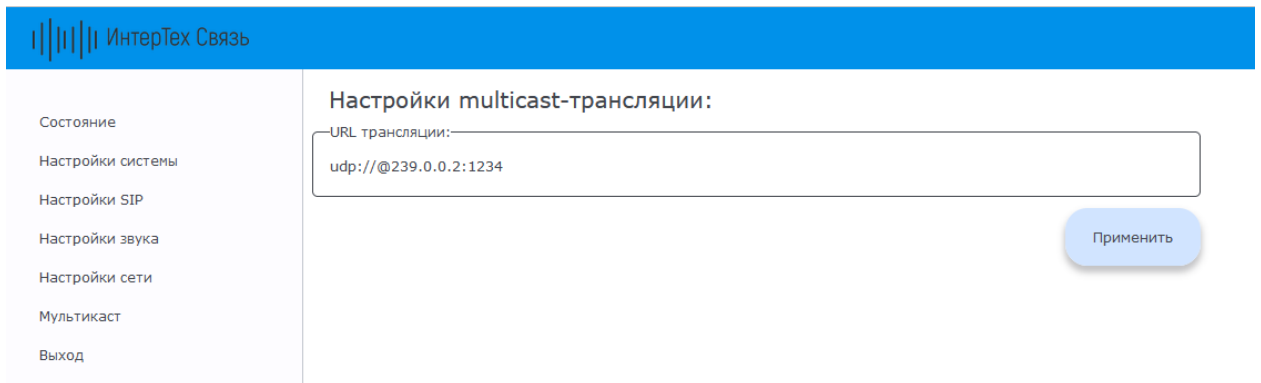

Рисунок 12 – Меню «Мультикаст»
2.5.7.1 Для снижения нагрузки на сеть и на сервер трансляции на громкоговорителе предусмотрена настройка приёма мультикаст трансляции. Настройка осуществляется в меню «Мультикаст» (рисунок 12).
2.5.7.2 Для настройки приёма мультикаст трансляции необходимо в области «Настройки multicast-трансляции» заполнить поле «URL трансляции» – указать URL-адрес принимаемой мультикаст трансляции. Далее нажать кнопку «Применить» (см. рисунок 12).